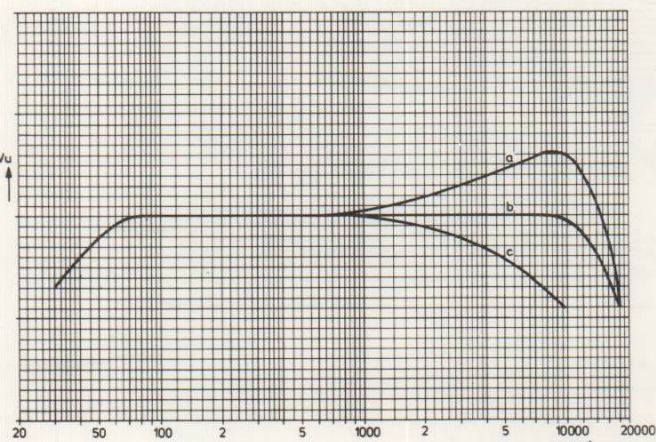

Fig. 8
- Bij een goede instelling zal de frequentiekarakteristiek als in Fig. 8 curve b verlopen, vervorming ≤ 3%.
- Bij een te kleine voormagnetisatie wordt de vervorming te groot. De frequentiekarakteristiek zal er dan uitzien als getekend in Fig. 8 curve a.
- Bij een te grote voormagnetisatie worden de hoge tonen te veel verzwakt, zie de karakteristiek Fig. 8 curve c.